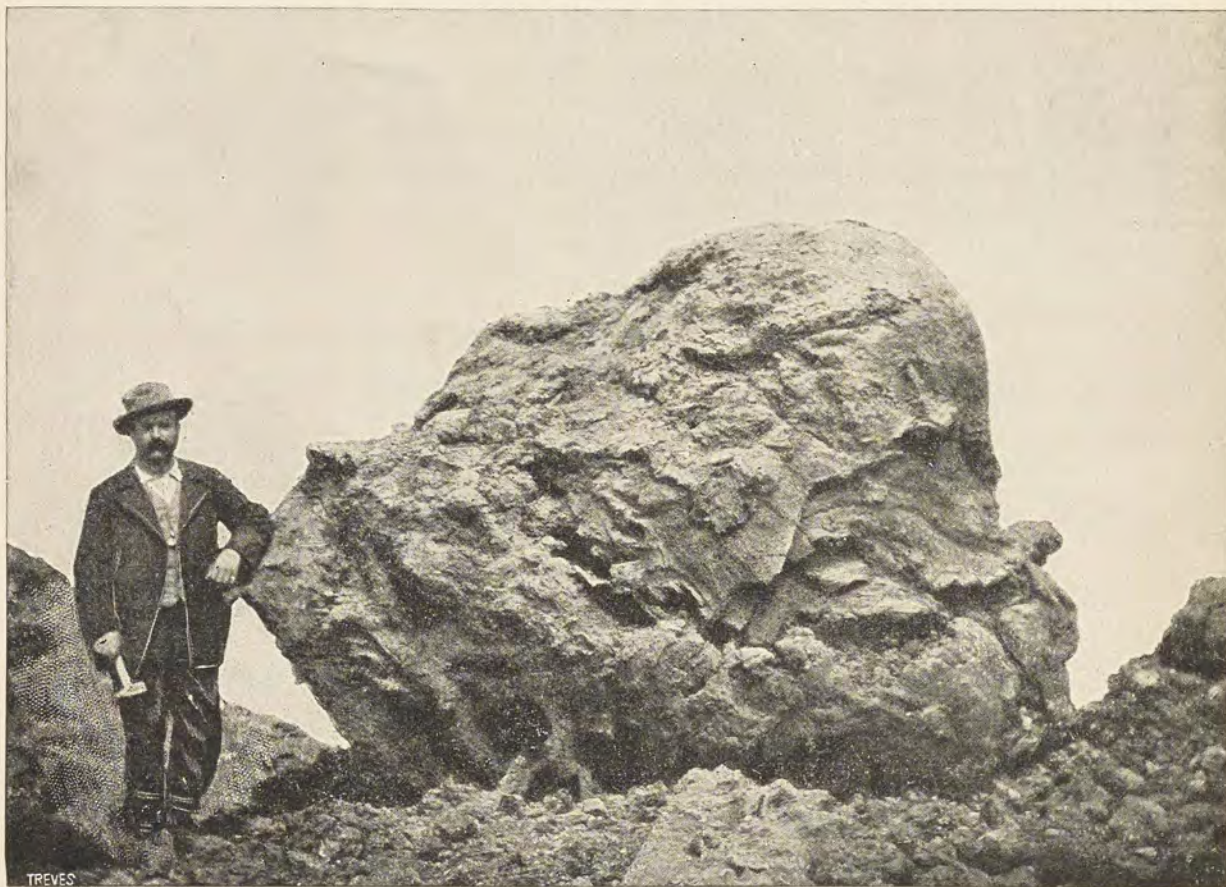

FIG. 51. — Une bombe de 12 mètres cubes et de 300 quintaux, lancée par le Vésuve en mai 1900. À côté se trouve M. le professeur MATTEUCCI.
(fig. 50), effilée aux deux extrémités et portant à la surface des sillons en spirale : ce sont les *bombes*, que les Napolitains désignent aussi sous le nom de *larmes du Vésuve*. La grosseur de ces blocs peut varier depuis la dimension du poing jusqu'à plusieurs mètres cubes. Ainsi, lors de sa dernière éruption, en mai 1900, le Vésuve a lancé une bombe (fig. 51) dont le volume approximatif était de 12 mètres cubes et le poids de 300 quintaux. Un boulet de 30 tonnes ! D'après les observations de M. le P^r Matteucci (1), qui a failli être tué sur les bords du cratère lors de cette éruption, ce bloc énorme mit à peu près 17 secondes à par-